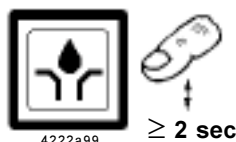

Fig. 21 – Touche de déclenchement d'un cycle de lubrification supplémentaire
- Est déclenchée au moyen de la touche ci-contre (Fig. 21). Appuyer pendant plus de 2 secondes sur la touche.
- Dans ce cas, la pompe ne pourra être remise en marche qu'après avoir appuyé sur la touche de déclenchement d'un cycle de lubrification supplémentaire (Fig. 21). Avant de remettre la pompe en marche, acquitter le dérangement.